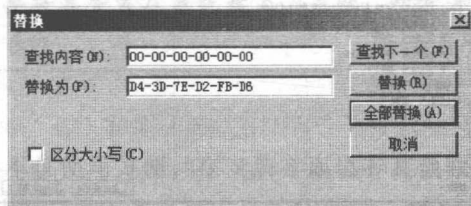

图 1-6 替换主机 ID
- (5) 回到记事本窗口。选择【编辑】菜单中的【替换】选项，弹出【替换】对话框，在【查找内容】文本框中输入“ptc\_licfile.dat”文件中第三行的 ID 号“00-00-00-00-00”，在【替换为】文本框中输入刚才记录的 ID 号“D4-3D-7E-D2-FB-D6”，如图 1-6 所示。
- (6) 在【替换】对话框单击 **全部替换(A)** 按钮，关闭【替换】对话框，完成对 ID 号的替换。
- (7) 保存“ptc\_licfile.dat”文件，关闭记事本窗口。